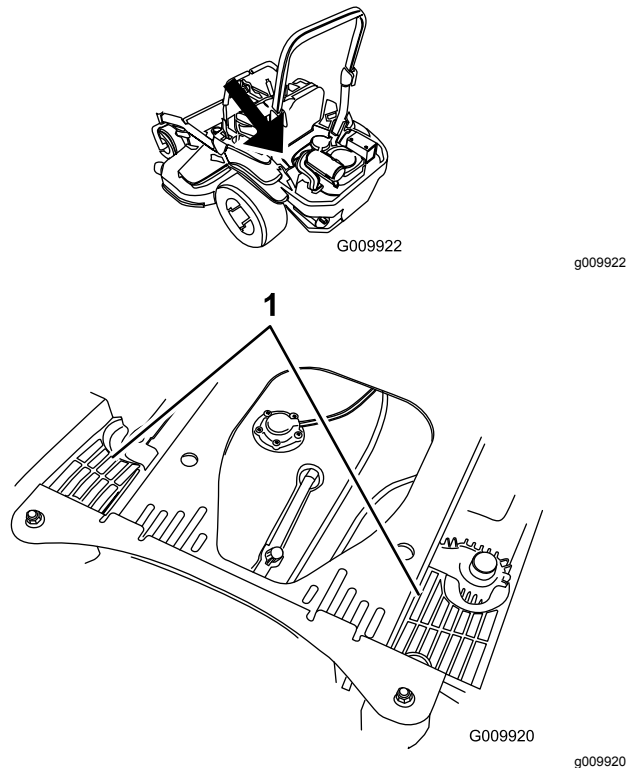

Figure 85
4. Débarrassez les carénages de l'unité hydraulique de l'herbe et des débris accumulés (Figure 85).